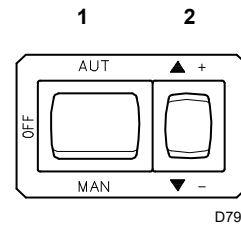
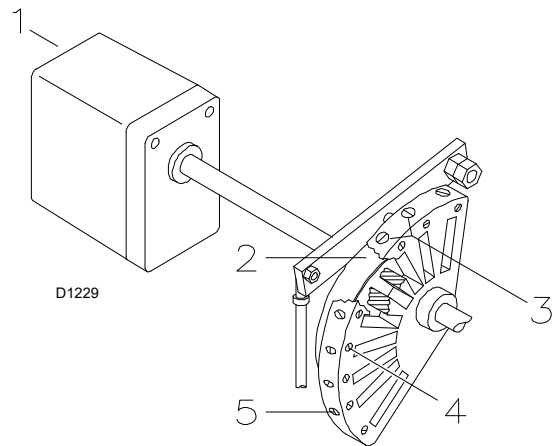
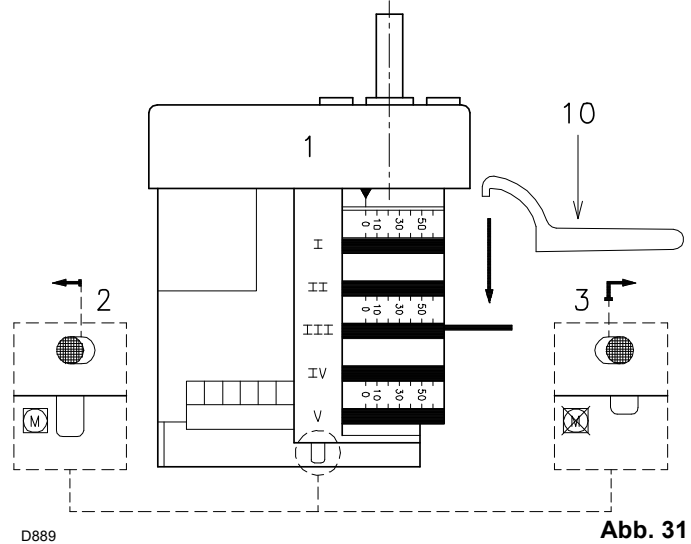

Abb. 27
Abb. 30
Abb. 31
- Den Brenner durch Schließen der Fernsteuerungen und bei Schalter 1)(Abb. 27 auf Seite 24) auf „MAN“ starten. Nach dem Starten des Brenners die Drehrichtung des Gebläserads über das Sichtfenster 18)(Abb. 4 auf Seite 10) überprüfen.
- Die Pumpe ist eingeschaltet, wenn aus der Schraube 3) Heizöl austritt. Stoppen des Brenners: Den Schalter 1)(Abb. 27 auf Seite 24) auf „OFF“ stellen und die Schraube 3) einschrauben.
Die Fernsteuerungen schließen und den Schalter 1)(Abb. 27) auf „MAN“ stellen.
In der vorstehenden Beschreibung wurde der Brenner nicht abgeschaltet und bei MIN. Leistung betrieben. Drücken Sie nun die Taste 2)(Abb. 27) „+“ und halten Sie die Taste gedrückt, bis der Stellantrieb 130° erreicht hat.
Das Endprofil des Nockens 2)(Abb. 30) durch Drehen der Schrauben 5) schrittweise ändern.
Drücken Sie die Taste 2)(Seite 24) „Verringern der Leistung“ und halten Sie sie gedrückt, bis der Stellantrieb (Abb. 27) 20° (werkseitige Einstellung) erreicht hat.
Das Ausgangsprofil des Nockens 2)(Abb. 30) durch Drehen der Schrauben 3) schrittweise ändern.
Die Taste 2)(Abb. 27 auf Seite 24) „Erhöhen der Leistung“ etwas drücken, sodass der Stellantrieb sich um 15° dreht. Die Schrauben so lange regulieren, bis die optimale Verbrennung erreicht ist. In der gleichen Weise mit den nächsten Schrauben verfahren.
Schalten Sie den Brenner durch Betätigen des Schalters 1)(Abb. 27 auf Seite 24), Position OFF, aus und lösen Sie den Nocken 2)(Abb. 30) vom Stellantrieb, indem Sie die Taste 3)(Abb. 31) drücken und nach rechts schieben. Überprüfen Sie dann mehrmals, ob die Bewegung weich und ohne Klemmungen erfolgt, indem Sie den Nocken 2) von Hand vor- und rückwärts drehen.
Den Nocken 2) wieder am Stellantrieb festmachen, dazu die Taste 2)(Abb. 31) nach links verschieben.
Nach erfolgter Einstellung diese durch Betätigen der Schrauben 4)(Abb. 30) fixieren.
Für die eventuelle Einstellung des Nockens III, speziell für geringfügige Verstellungen, kann der entsprechende Schlüssel 10)(Abb. 31) verwendet werden, der mit einem Magnet unter dem Stellantrieb befestigt ist.
- 6 s :** Start des Stellantriebs: dreht um 130° nach rechts bis der Kontakt am Nocken I (Abb. 31 auf Seite 26) auslöst. Die Luftklappe positioniert sich auf der MAX. Leistung.
- 85 s :** Der Stellantrieb dreht sich nach links, bis der Kontakt am Nocken III) (Abb. 31 auf Seite 26) auslöst.
Die Fernsteuerung TL öffnet sich, der Stellantrieb kehrt auf den Winkel von 0°, begrenzt durch den Kontakt des Nockens II) (Abb. 31 auf Seite 26), zurück. Die Klappe schließt sich vollständig zwecks Reduzierung der Wärmeverluste bis auf den Mindestwert.
Den Nocken 2)(Abb. 30 Seite 25) vom Stellantrieb lösen, dazu die Taste 3)Abb. 31 auf Seite 26 drücken und nach rechts verschieben und von Hand prüfen, ob die Drehung nach vor und zurück reibungslos funktioniert. Den Nocken wieder am Stellantrieb befestigen, dazu die Taste 2)(Abb. 31 auf Seite 26) nach links verschieben.